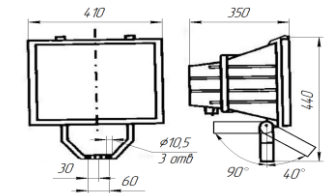

Рис.2
- Прожекторы на монтируемой поверхности должны быть закреплены при помощи болтов или другого крепежа с усилием затяжки (35±1) Н·м. (для исполнения 003 рис.2)
5.2 Для прожекторов исполнение 003 рис.2:
Стационарный рис.2 (исп.003)